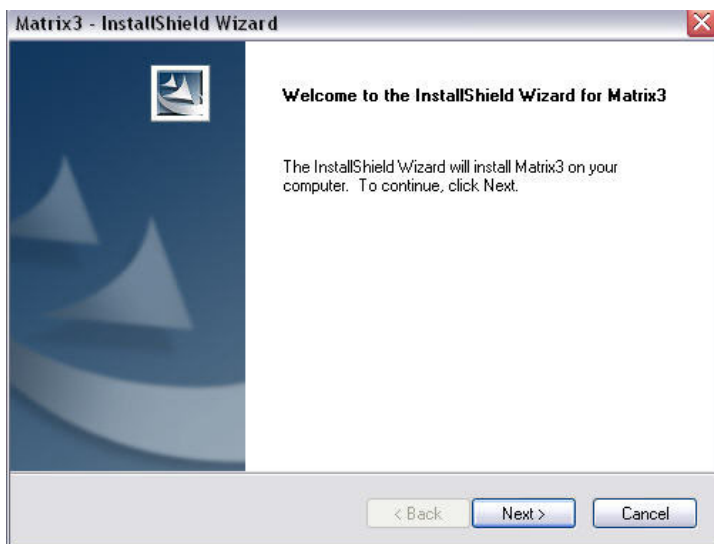

Рис. 7
8. Нажмите «NEXT» [ДАЛЕЕ], чтобы продолжить установку и перейти к окну «InstallShield Wizard» [Мастера установки] системы Matrix3 (Рис. 7). Нажмите кнопку «BACK» [НАЗАД], чтобы вернуться на предыдущий экран или нажмите «CANCEL» [ОТМЕНА], чтобы завершить установку ПО.
9. Нажмите «NEXT» [ДАЛЕЕ]. «InstallShield Wizard» [Мастер установки] системы Matrix3 начнет установку (Рис. 7).